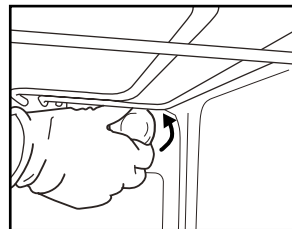

Рис. 5
2. Выкрутите плафон (Рис. 5), замените лампу (тип лампы указан в примечании) и накрутите плафон в исходное положение.